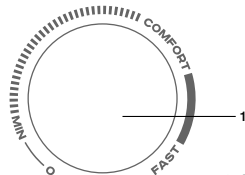

Рис. 6
3. Поверните ручку термостата (см. рис. 6) по часовой стрелке и установите желаемую температуру нагрева воды. Температуру нагрева воды можно установить в диапазоне от +35 °C (± 5 °C) до +75 °C (± 5 °C) (крайнее правое положение ручки термостата).